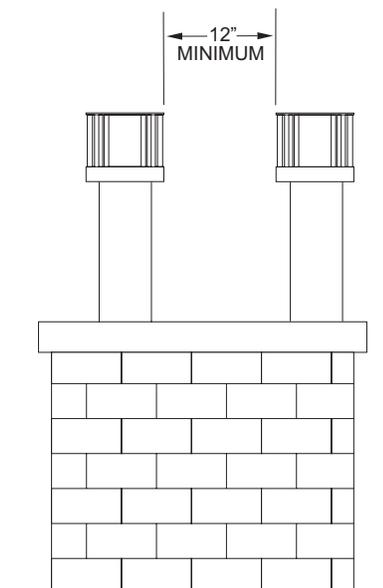

Figure 57
2. Vérifier que les ressorts d'espacement du conduit sont placés autour du tuyau de fumée à des intervalles de 8 po (203 mm) sur toute sa longueur. Voir Figures 57 et 58. Sinon, étirer chaque ressort d'espacement jusqu'à 15 po (381 mm) de long environ, le placer autour du tuyau de fumée et attacher ses bouts ensemble. Placer les ressorts d'espacement à des distances égales.